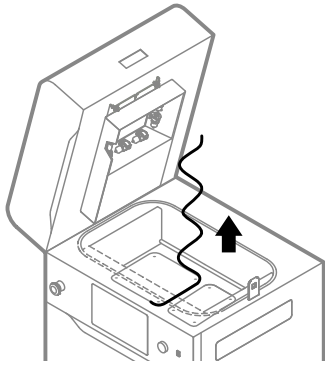

Abb. 12.36 Entferne das gebrauchte Glasfaserseil aus dem Feed Bed.
17. Entferne das gebrauchte Glasfaserseil um das Feed Bed. Du kannst den Metallspatel verwenden, um die Dichtung herauszuziehen (Abb. 12.36).